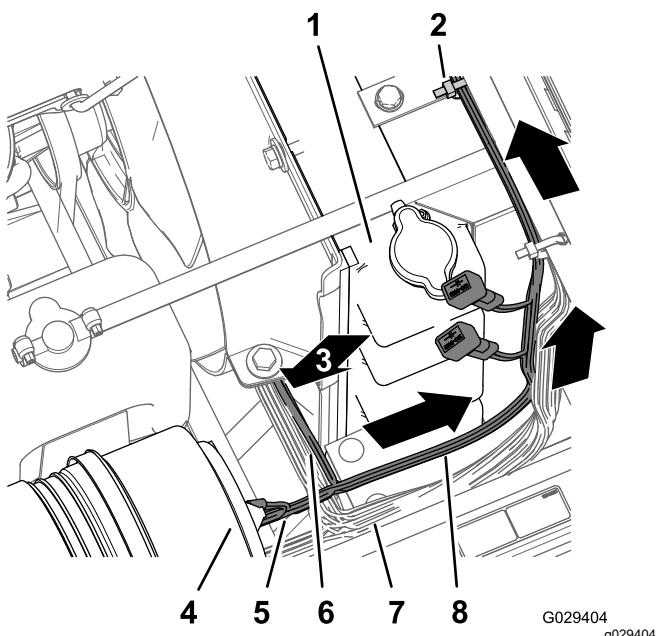

图 11
1. 沿着机器的线束将修整组件线束向前放在 ROPS 保护杆与药缸下角之间位于发动机空气滤清器的下方图 10 和 图 11。
2. 沿着散热器的右侧向上安装线束的 197cm 发动机舱支管带环形端子、插座端子和 5 插槽接头穿过散热器的上方位于中央控制台底座下方图 11。